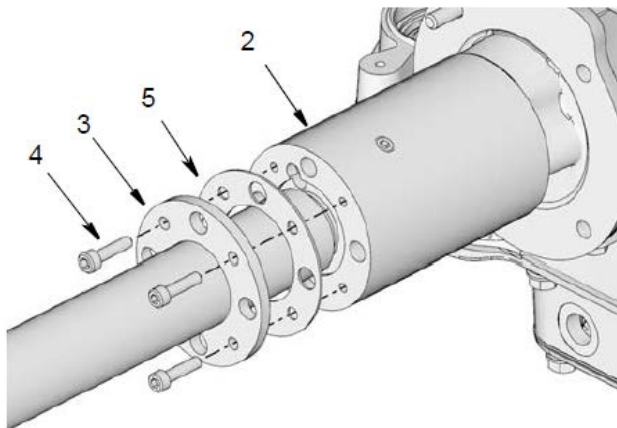

Рис. 13
7. **Только для типа «труба в трубе»:** снимите болт (4), используемый для крепления трубы (3) на адаптере насоса (2). Демонтируйте трубу и шайбу (5), аккуратно храните эти детали для дальнейшего использования при повторной установке (рис. 13).
8. Наблюдайте за расположением сальникового штока (215) и лопастного поршня (216) в лопастном цилиндре (208). Если поршень не расположен в самом нижнем положении в